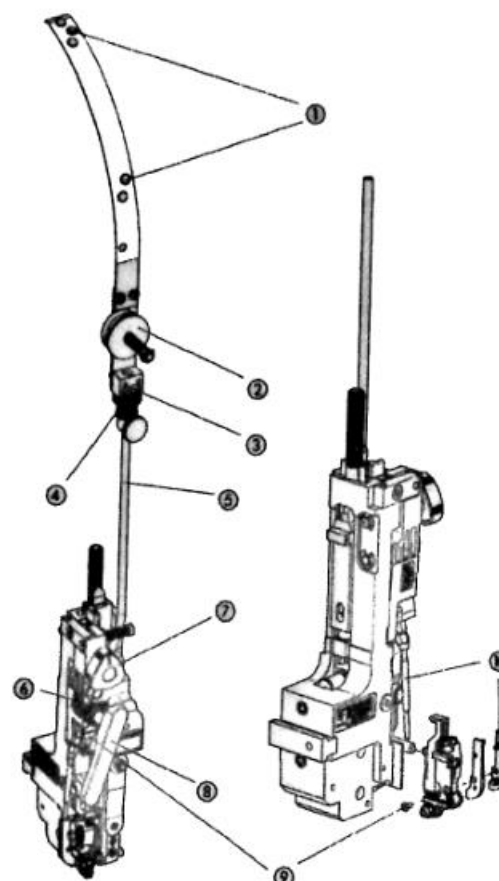

Рис. 6
- Подача проволоки (Рис. 6)
- Выключите привод проволоки (поворотная треугольная рукоятка (7)), чтобы отделить подающее колесо.
- Через верхнюю часть в вязальной проволоки, в следующем порядке: через заклепку пластины подачи проволоки 1 - через два войлочных диска 2 - через контрольный замок (3) - через направляющую трубу (5) и два подающих ролика (6).
- Начните подачу проволоки (поверните треугольную ручку (7) влево).
- Установите ручку (8)
- Убрать проволоку (Рис. 6)
- Отключите проволоочный привод (поверните треугольную ручку ⑦), чтобы отделить колесо подачи.
- Удерживая контрольное кольцо проволоки ④, откройте контрольный замок и вытащите проволоку
- Снимите направляющую трубу, когда проволока заблокирована (Рис. 6)